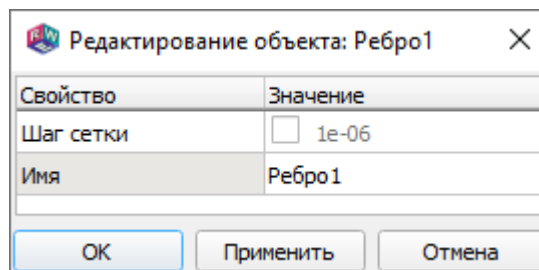

Рис. 172
16.11.1. Окно редактирования свойств ребра вызывается при его выделении двойным щелчком в дереве «Детализация» или в окне визуализации либо командой его контекстного меню «Свойства». Вид окна показан на рис. 172.